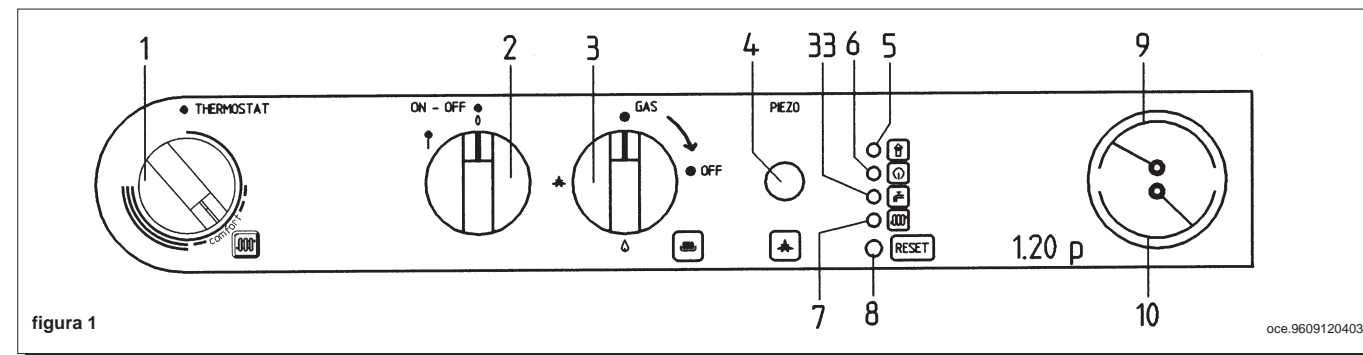

figura 1
- hacer girar el botón (2) del selector predisponiendo la caldera en posición (I);*
- para la figura 1:** *presionar completamente el pulsador de la válvula del gas (3) y, al mismo tiempo, el del encendedor piezoelectrico (4). Con piloto encendido esperar por lo menos 15-20 segundos de modo que la llama caliente regularmente el termopar, luego dejar el botón (3) (repetir la operación en el caso de apagamiento de la llama piloto);*
per la figura 1: ruotare in senso orario la manopola (3) di comando della valvola del gas;
para la figura 1: hacer girar en sentido retrógrado el botón (3) de mando de la válvula del gas;